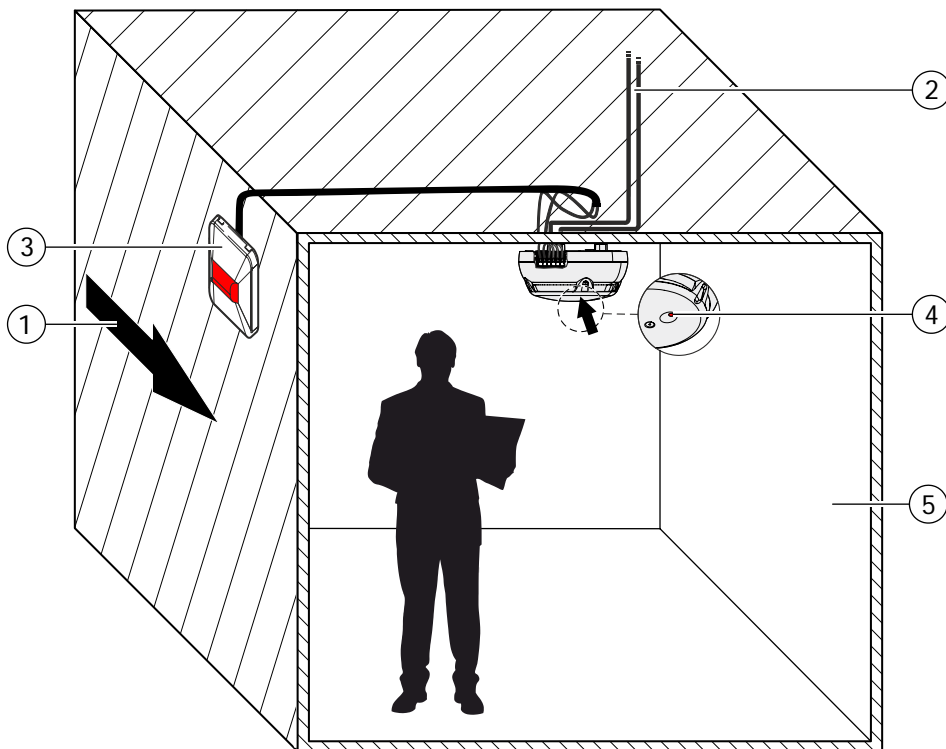

Fig. 2
**2. Accessible ventilation ducts (Fig. 2)**
To monitor accessible ventilation ducts, optical smoke detectors without mounting kits can be installed on the ceiling of the ventilation duct. In addition, an FDAI91 or FDAI92 external alarm indicator (Fig. 2/3) must be installed on the outside of the ventilation duct in a clearly visible manner.
**2. Begehbare Lüftungskanäle (Fig. 2)**
Zur Überwachung von begehbaren Lüftungskanälen können optische Rauchmelder ohne Montagesatz an die Decke des Lüftungskanals installiert werden. Zusätzlich muss an der Außenseite des Lüftungskanals gut sichtbar ein externer Alarmindikator FDAI91 oder FDAI92 (Fig. 2/3) installiert werden.